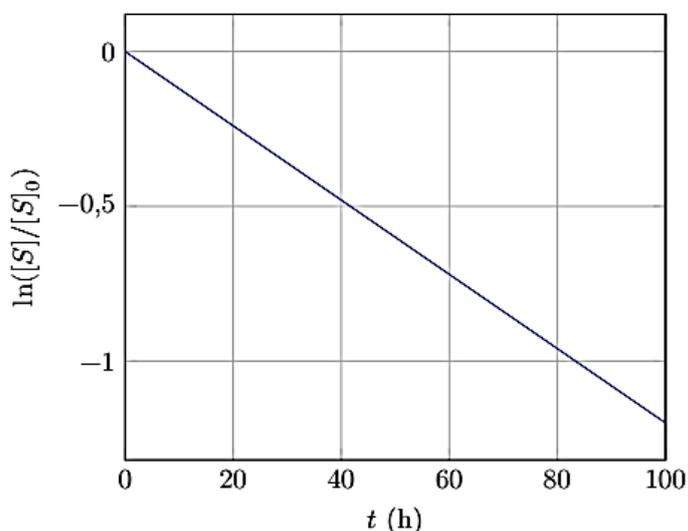

Figure 8
La figure 8 donne l'évolution de $\ln([S]/[S]_0)$ en fonction du temps.
42) Relever le temps de demi-réaction sur la Figure 8. Comparer ce résultat à celui de la question précédente.